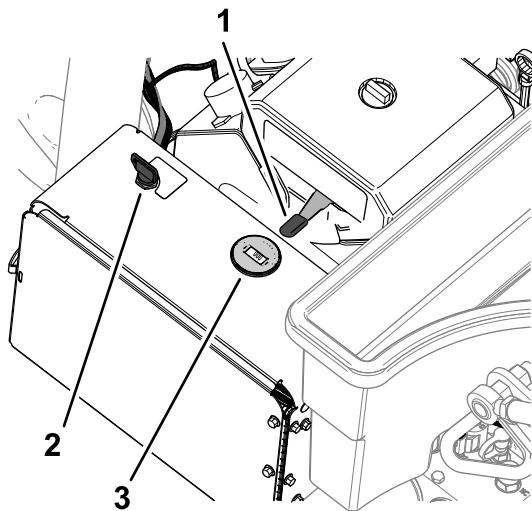

Figure 71
- Placez la commande d'accélérateur (Figure 71) à la position BAS RÉGIME.